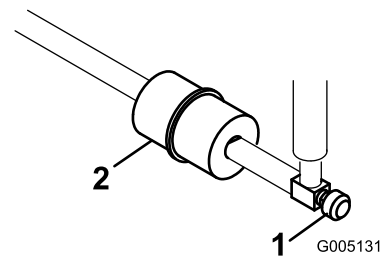

Figure 30
Le filtre à carburant en ligne se trouve dans la conduite d'alimentation, entre le réservoir de carburant et le carburateur (Figure 30).
- Fermez le robinet d'arrivée de carburant (Figure 30).
- Placez un bac de vidange sous le filtre, desserrez le collier sur le côté carburateur du filtre, et débranchez la conduite de carburant du filtre (Figure 30).
- Desserrez l'autre collier et déposez le filtre (Figure 30).